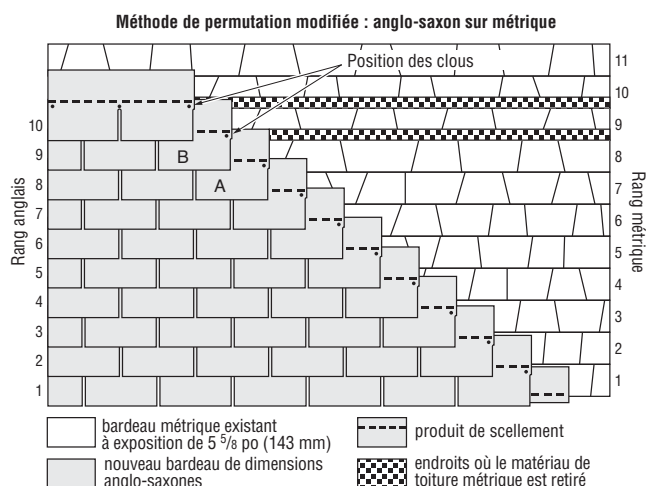

Figure 10-23 : Réfection d'un toit au moyen de bardeaux standards de 12 po (305 mm) x 36 po (910 mm) sur des bardeaux métriques.
L'exposition du bardeau métrique standard est normalement de 55/8 po (14,3 cm). La figure 10-23 illustre la méthode idéalement utilisée pour recouvrir une telle toiture avec des bardeaux de dimensions impériales de 12 po par 36 po (30 cm par 91 cm).
Pour résoudre ce problème, il faut retrancher à la hauteur de la huitième rangée de bardeaux métriques une lisière d'environ 2 po sur le bord d'attaque du prochain bardeau métrique vers le haut, de façon à ce que le bardeau de dimensions impériales se loge correctement. Procéder de la même façon pour le neuvième rang métrique; le dixième rang devrait appuyer naturellement sur le bord d'appui du bardeau du dessus (figure 10-23). Répéter la manœuvre à chaque huitième et neuvième rangs jusqu'en haut du toit. Cela signifie que, en partant du premier rang métrique, les rangs 17 et 18 devront être découpés, puis les rangs 25 et 26, etc.
**REMARQUE :** En réalité, l'exposition variera d'un rang à l'autre. Il faudra modifier les instructions qui précèdent en conséquence. **La règle à suivre** est la suivante : Chaque fois que le bord supérieur du bardeau de dimensions impériales chevauche le bord inférieur du bardeau métrique de moins de 1 1/2 po (3,8 cm) (voir bardeaux A et B à la figure 10-23), retrancher 2 po (5 cm) (ou la longueur qui convient) du bardeau métrique de façon à ce que le bord supérieur du bardeau de dimensions impériales se loge correctement sous celui-ci.